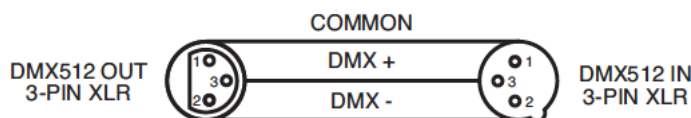

Figure 2
**Remarque** : assurez-vous de suivre les instructions décrites en figures 2 et 3 lors de la fabrication artisanale de vos câbles. N'utilisez pas la prise de terre de votre connecteur XLR. Ne reliez pas le blindage du connecteur de votre câble à la prise de terre et ne permettez pas au blindage du conducteur d'entrer en contact avec le boîtier externe du XLR. Relier le blindage à la terre pourrait entraîner un court-circuit et un fonctionnement erratique.